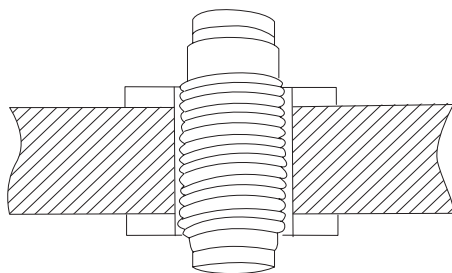

Рис. 11
2. Установите на герметик (см. раздел **Материалы**) фитинг проходной [6] в полученное отверстие редуктора, расположив его резьбовой стороной вниз, как показано на **Рис. 11**.